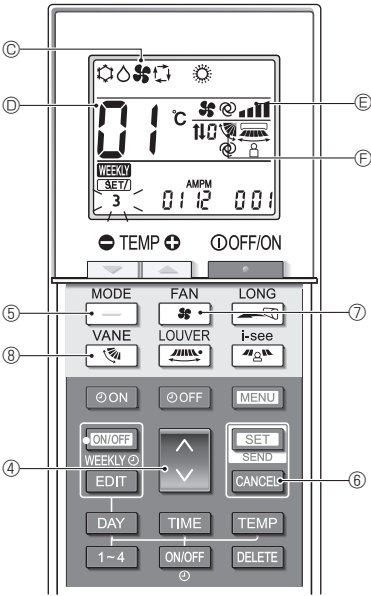
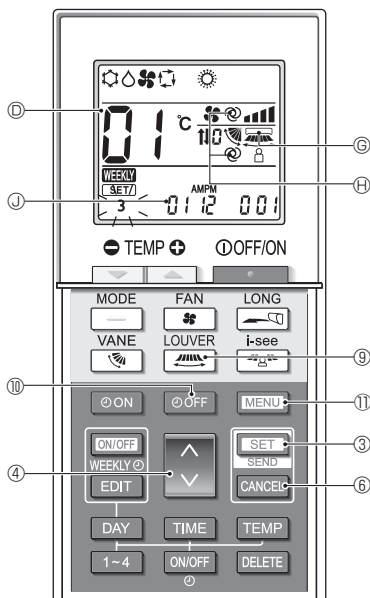

Fig. 6-2
Fig. 6-3
6.3. Режим отдельной настройки 1 (Fig. 6-2, Fig. 6-3)
- Если настройка неверна, нажмите кнопку [CANCEL] ⑥ и повторите процедуру, начиная с шага 1.
6.4. Выполнение настроек (Fig. 6-3)
- Нажмите кнопку [SET] ③ и удерживайте в течение 5 секунд.